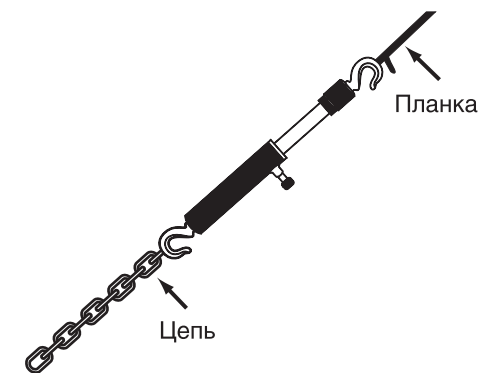

Рис. 3
2. Зацепите один конец штанги к предмету, который следует переместить, а другой конец к устойчивой неподвижной основе (рис. 3).